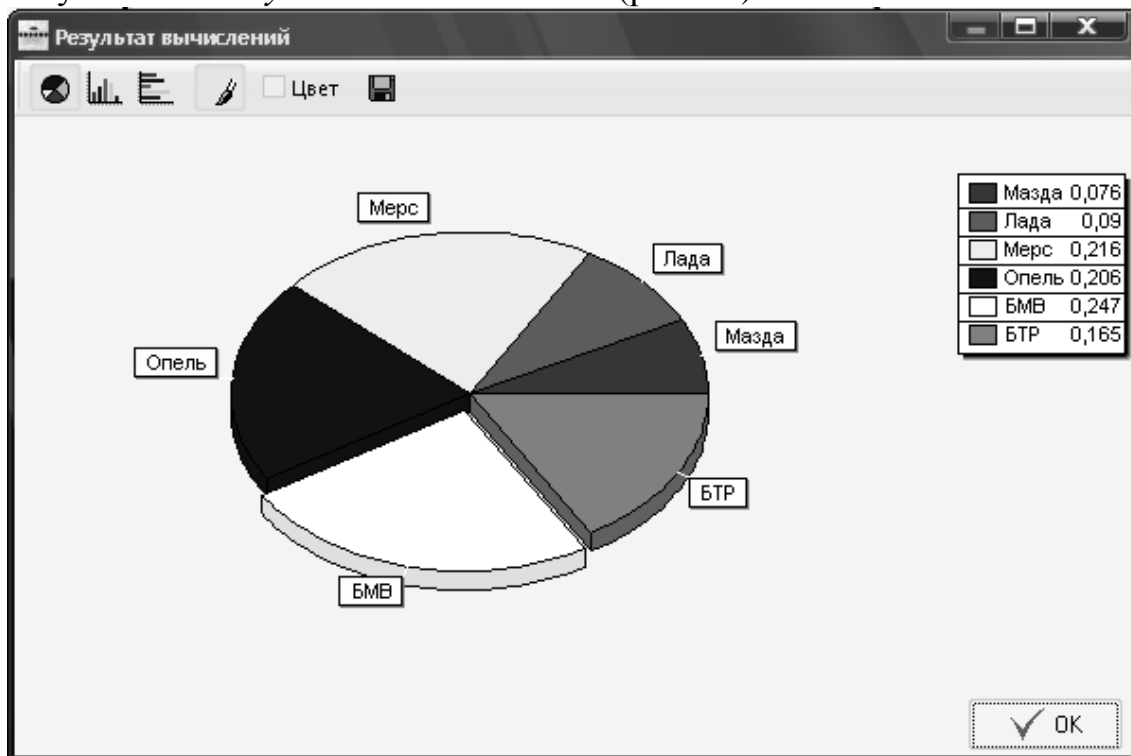

Рис. 20. Окно «Результат Вычислений»
5. Далее отображается диаграмма результатов, нажав на клавишу в окне «Результат Вычислений» (рис. 20):